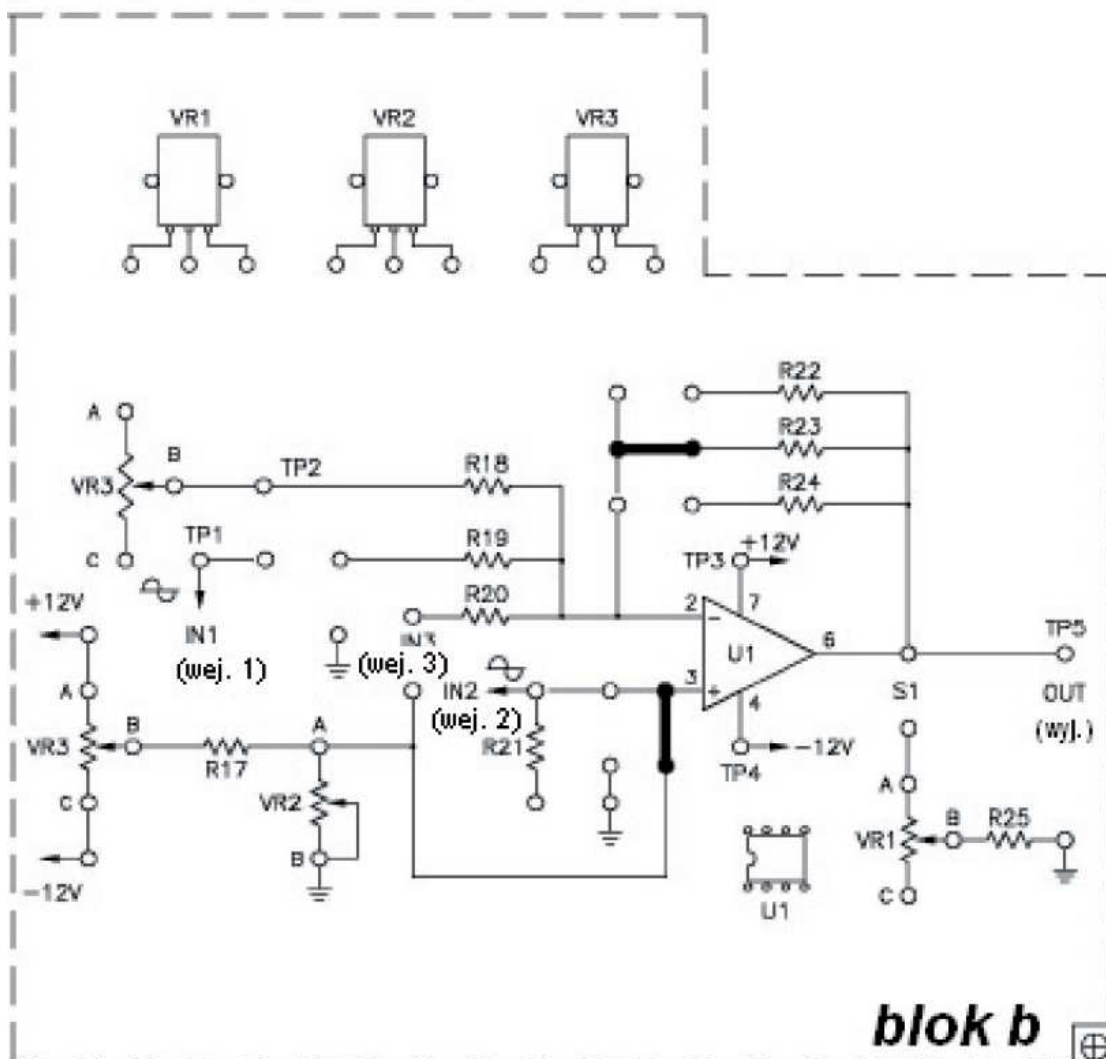

Rys. 2: Schemat montażowy (moduł KL-25006 blok b)
1. Zestawić układ pomiarowy zgodnie z rys. 2. Układ zasilić napięciami stałym +12 V/-12 V.